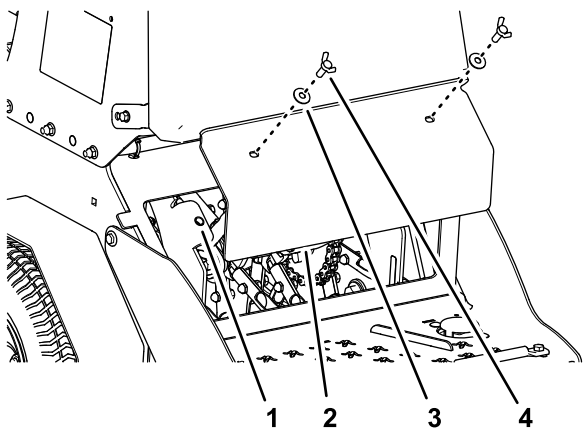

Figure 58
3. Retirez les 2 vis à oreilles ($\frac{3}{8}$ x 1 po) et les 2 rondelles ($\frac{3}{8}$ po) qui fixent le panneau arrière au châssis, et déposez le panneau (Figure 58).
6. Alignez les trous du panneau arrière et les trous du châssis (Figure 58).
7. Fixez le panneau au châssis au moyen des 2 vis à oreilles et des 2 rondelles (Figure 58) que vous avez retirées à l'opération 3; serrez les vis à un couple de 37 à 45 N·m (27 à 33 po-lb)